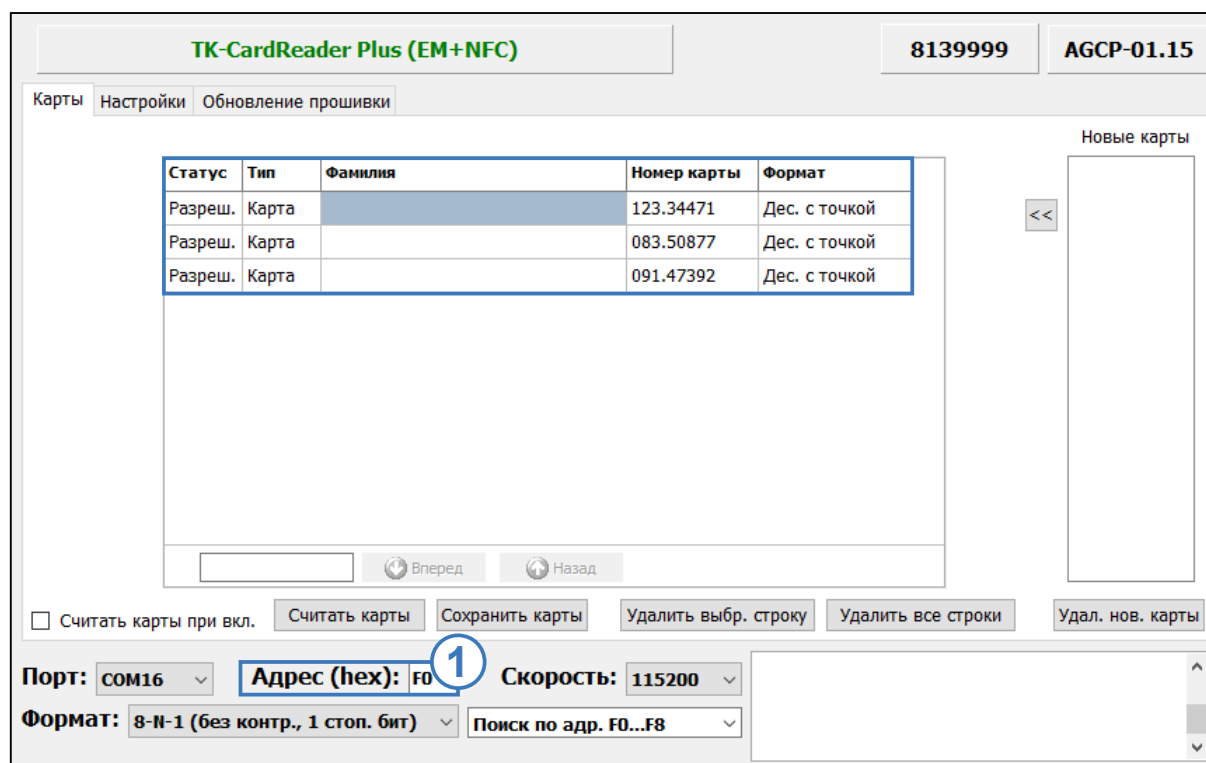

Рис.15. Формирование списка карт для отправки через сервер
- Введите в поле «Адрес (hex)» в нижней части окна конфигуратора сетевой адрес считывателя на шине RS-485, которому нужно передать файл (**Рис.15, п.1**). Стандартные адреса считывателей TK-CardReader Plus: F0–F7.